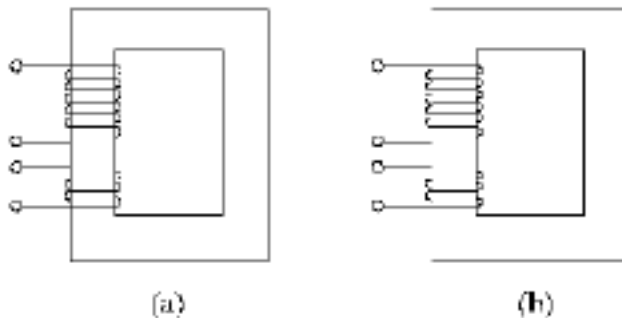

图 5.6
5.26 标出图 5.6 中单相变压器高、低压绕组的首端、尾端及同极性端,要求它们的连接组别分别是 , 0 和 , 6。